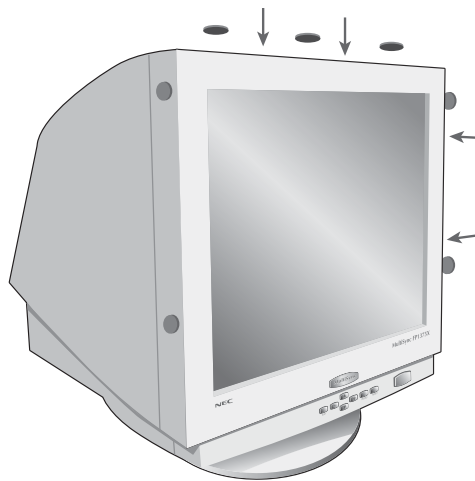

Figure 1
5. Enlevez l'adhésif des pattes velcro du capot SpectraView ; fixez celui-ci au-dessus du moniteur (à l'avant) et sur les côtés (Figure 1).